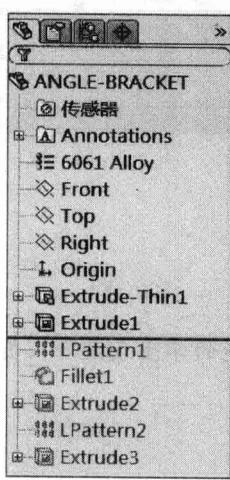

图 1-2
(6) **细化设计** 下面介绍 SolidWorks 中提供的编辑特征操作（特征设计树如图 1-2 所示）。